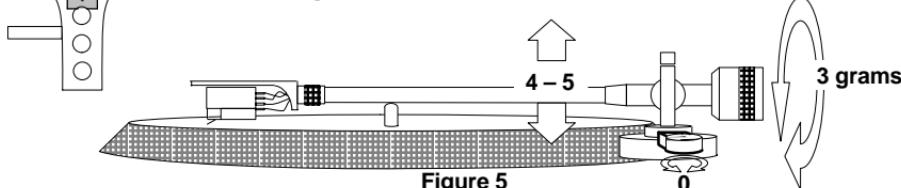

Figure 5
• **Standardmäßige DJ-Einrichtung (Abbildung 5):** Den Tonabnehmer an der Rückseite des Tonarmkopfs befestigen. Die Tonarmhöhe auf 4-5 einstellen. Die Auflagekraft auf 3 g einstellen. Den Antiskating-Wert auf 0 einstellen.